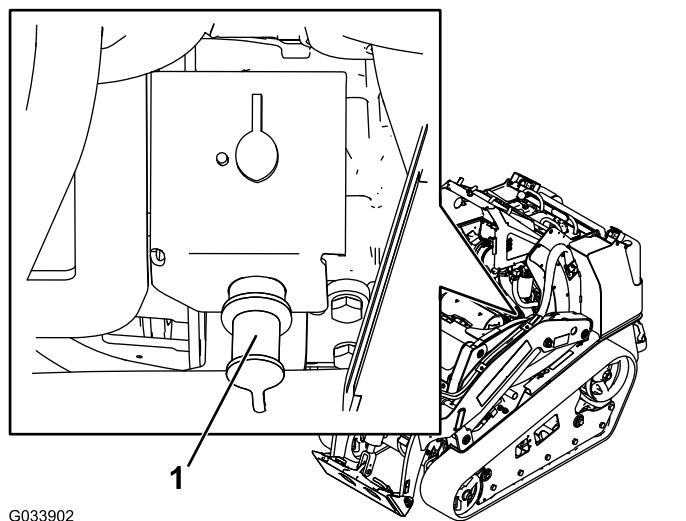

Figura 54
3. Collegate un'estremità del cavo portatile positivo (+) al morsetto di avviamento (Figura 54).
2. Togliete il coperchio dal morsetto di avviamento (Figura 54).